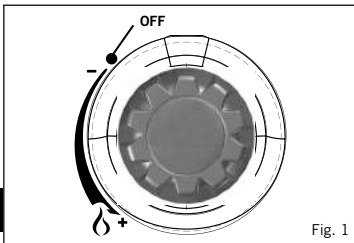

Fig. 1
- Prima di collegare l'unità di erogazione del gas, controllate innanzitutto che la valvola del dispositivo sia in posizione "off" girando completamente in senso orario il pomello di controllo (v. Fig. 1).
- Per installare il contenitore del gas, controllate prima che la valvola del dispositivo sia in posizione "off" girando il pomello di controllo in senso orario finché non si ferma (v. Fig. 1).